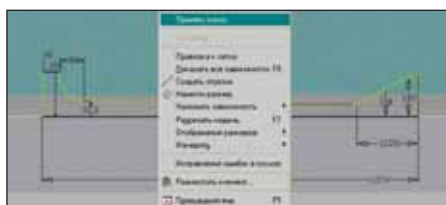

Рис. 4
5. В графической области вызвать контекстное меню и выбрать **Принять эскиз** (рис. 4).